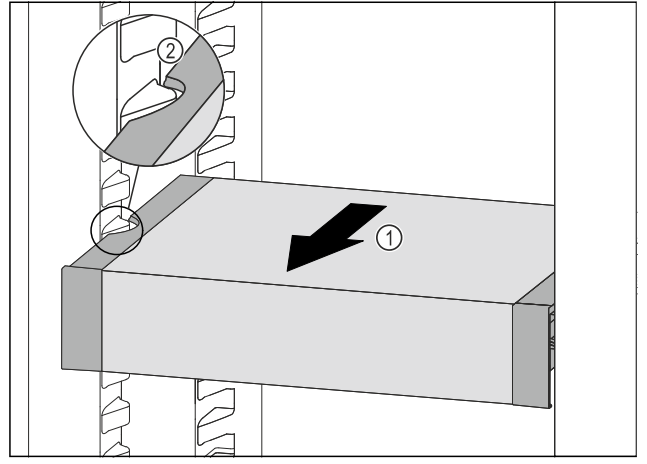

Fig. 132
- VarioSafe çekmecesini, VarioSafe çekmecesinin yandaki boşlukları soğutma bölümündeki yerleştirme çıkıntıları yüksekliğine gelene kadar Fig. 132 (2) öne doğru çekin Fig. 132 (1).